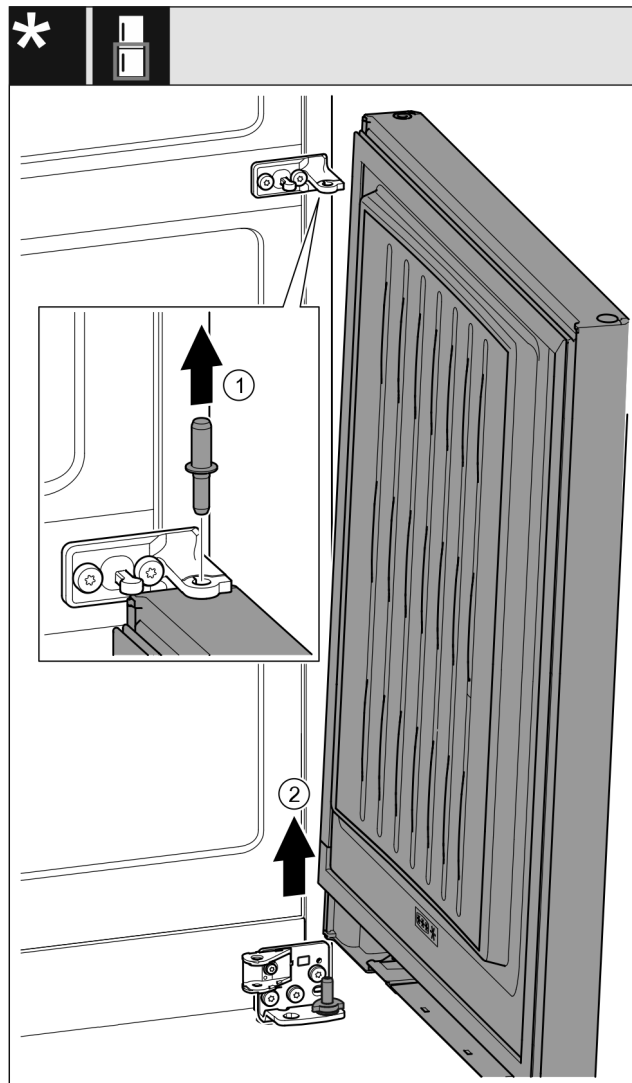

Fig. 32 Con ammortizzatore di chiusura*
- ▶ Estrarre il perno Fig. 32 (1) verso l'alto.*
- ▶ Ruotare all'esterno la porta Fig. 32 (2), tirarla verso l'alto e disporla a lato.*